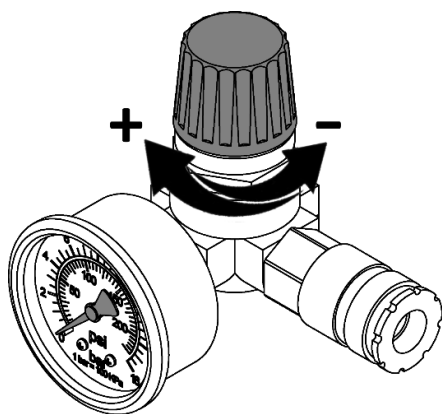

Рисунок 8
7.3.1 Настройка давления в подсоединенных пневматических инструментах регулятором давления осуществляется следующим образом (см. рисунок 8):